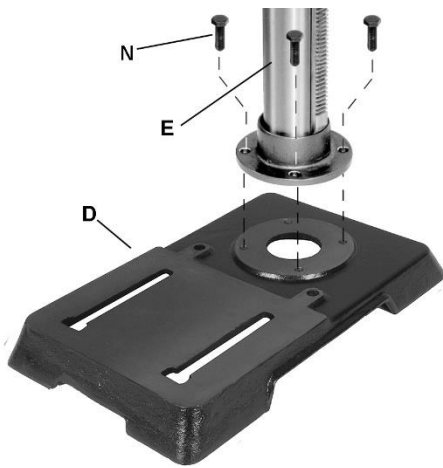

Рис. 5
См. Рис. 5:
2. Поверните бабку так, чтобы боковые стороны крышки ременной передачи (А₁) располагались параллельно боковым сторонам основания (D, Рис. 5).